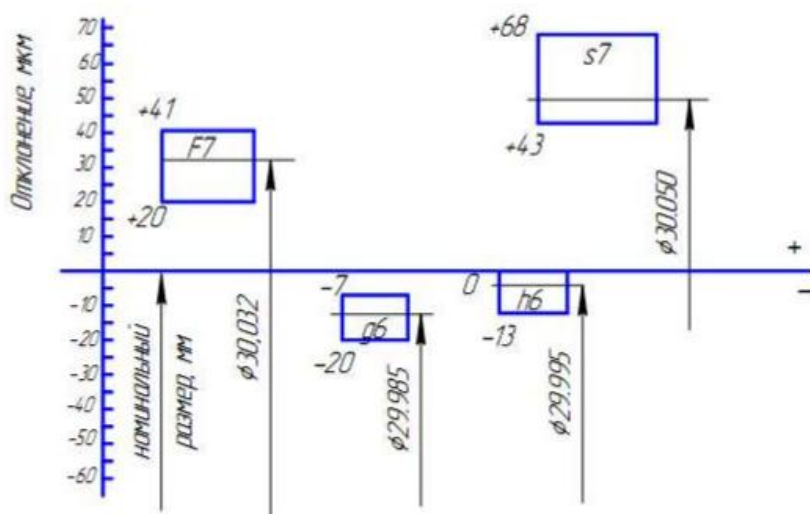

Рис. 2.5. Схема расположения полей допусков выбранных посадок
2.3.4. Построить схему расположения полей допусков выбранных посадок с указанием действительных размеров деталей сопряжений (рис. 2.5).